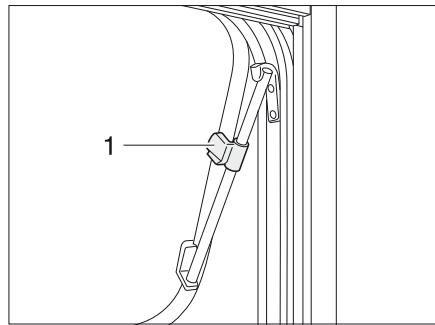

Bild 72 Överkantshängt fönster med drivspärrar, öppet
- Öppna det överkantshängda fönstret till önskad ställning och fäst med ratten (Bild 72,1).
- Vrid på ratten (Bild 72,1) tills spärren lossas.